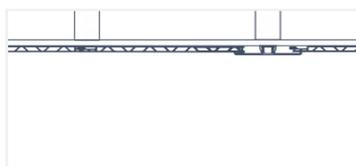

Fig. 36
8. Insérez le panneau de remplacement sur le mur en le vissant directement dans le bord coupé du panneau (Fig. 36).